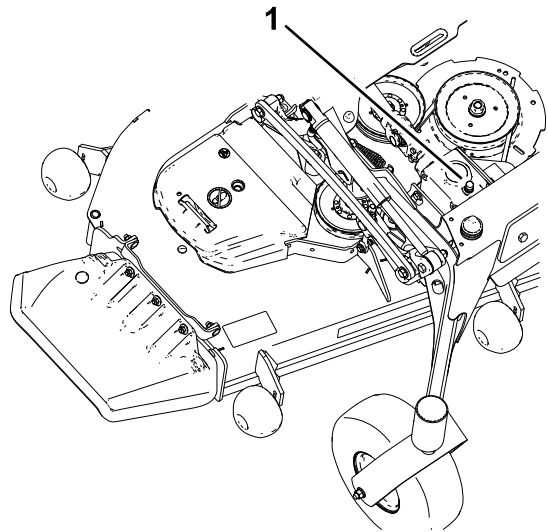

Figure 57
5. Retirez le bouchon de remplissage-jauge au sommet du boîtier d'engrenages et vérifiez que le niveau de lubrifiant se situe entre les repères sur la jauge (Figure 57).